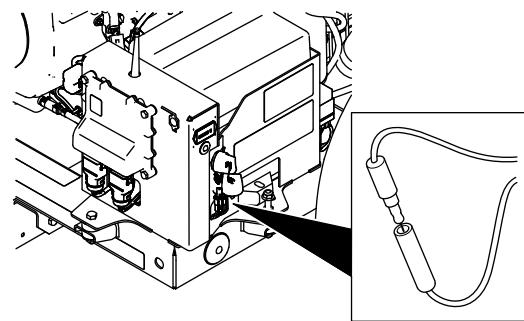

Figura 55
3. Enchufe el conector de un solo pin en el conector hembra simple (Figura 55).
2. Retire el conector de un solo pin del conector hembra simple (Figura 55).